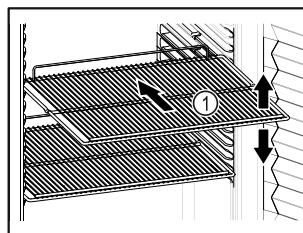

Fig. 58 Exempel
- Om gallren Fig. 58 (1) kan flyttas om ska de anpassas på höjden.